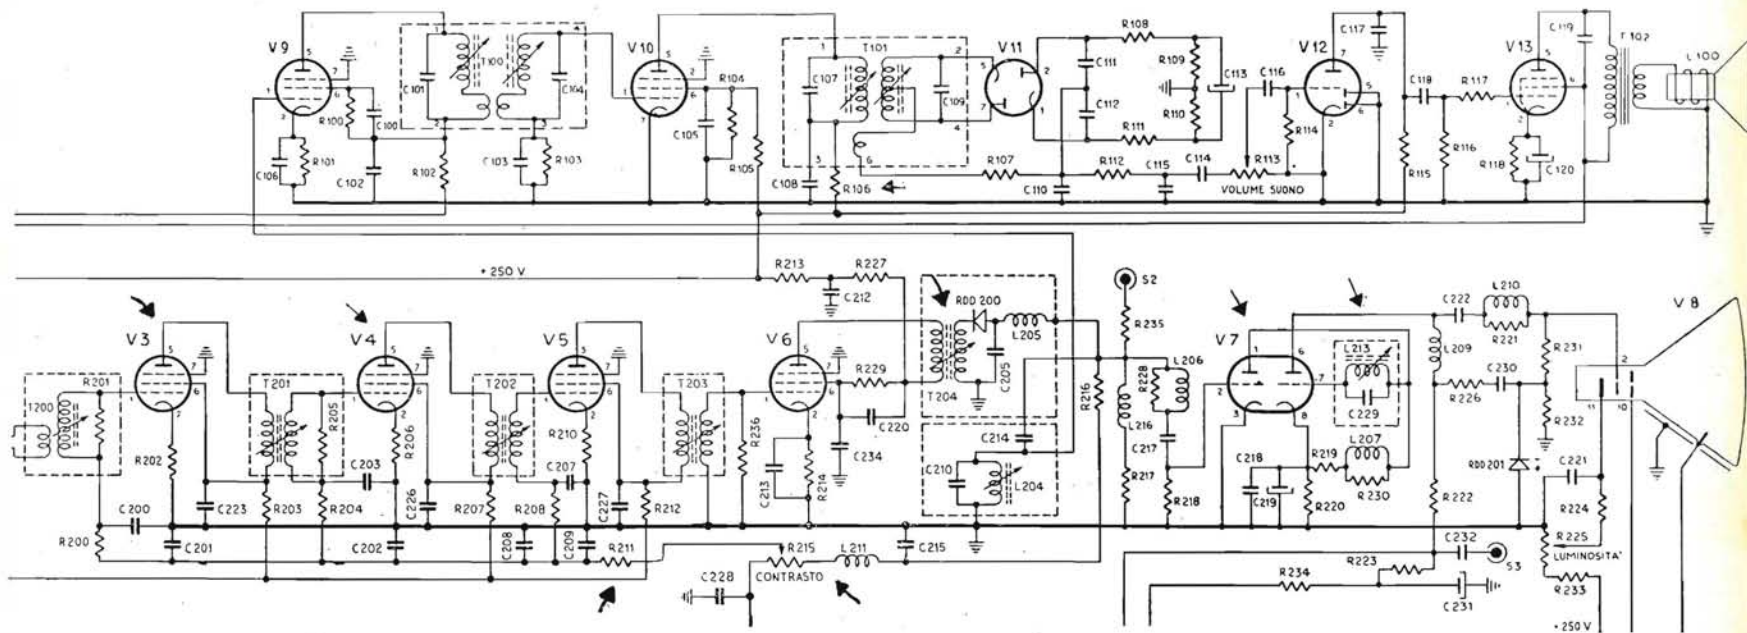

Fig. 10.33. - Schema della sezione video e della sezione audio dei televisori Marelli modd. RV 90, RV 91 ed RV 92.
3) Dissaldare R211 dal potenziometro R215 (v. fig. 10.33), collegare a R211 il filo negativo di una batteria da 3 volt, collegare a massa il polo positivo della stessa batteria.